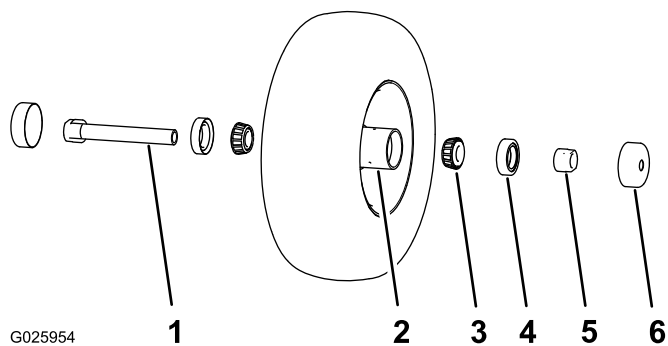

Figura 29
1. Retire los 2 protectores de los retenes del buje de la rueda (Figura 29).
2. Retire 1 de las tuercas espaciadoras del eje de la rueda giratoria (Figura 29).
Nota: Observe que las tuercas espaciadoras llevan adhesivo de roscas para pegarlas al eje (Figura 29).
3. Retire el eje (con la otra tuerca espaciadora aún montada en el mismo) del conjunto de la rueda giratoria (Figura 29).
4. Retire los dos retenes haciendo palanca (Figura 29).
5. Retire los dos cojinetes y compruebe que no están desgastados ni dañados (Figura 29).
1. Introduzca un cojinete en el buje de la rueda (Figura 29).
2. Introduzca el retén del cojinete en el buje en el cojinete (Figura 29).
- C. Enrosque la tuerca del eje, con los segmentos planos para llave inglesa hacia fuera, en el extremo del eje que está preparado con el adhesivo de roscas (Figura 29).
4. Introduzca el eje con la tuerca montada en él en la rueda, en el lado que contiene el retén nuevo y el cojinete (Figura 29).
6. Introduzca el otro cojinete y un retén nuevo en la rueda (Figura 29).
9. Instale los protectores de los retenes sobre el buje de la rueda (Figura 29).